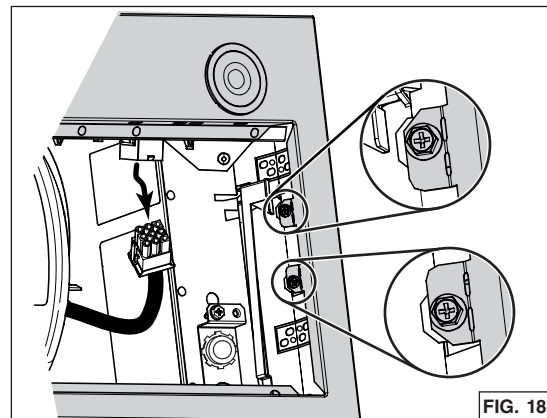

FIG. 18
5. Débrancher le câble du ventilateur de son connecteur situé sur le châssis. Démontez le châssis de la hotte en retirant ses 4 vis de retenue (deux par côté, encadrées dans la FIG. 18). Mettre de côté le châssis avec ses vis.